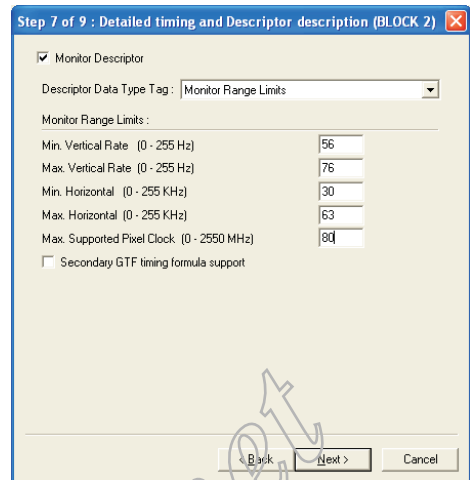

Fig. 20
6. Click **Next** , bring up Fig. 20.